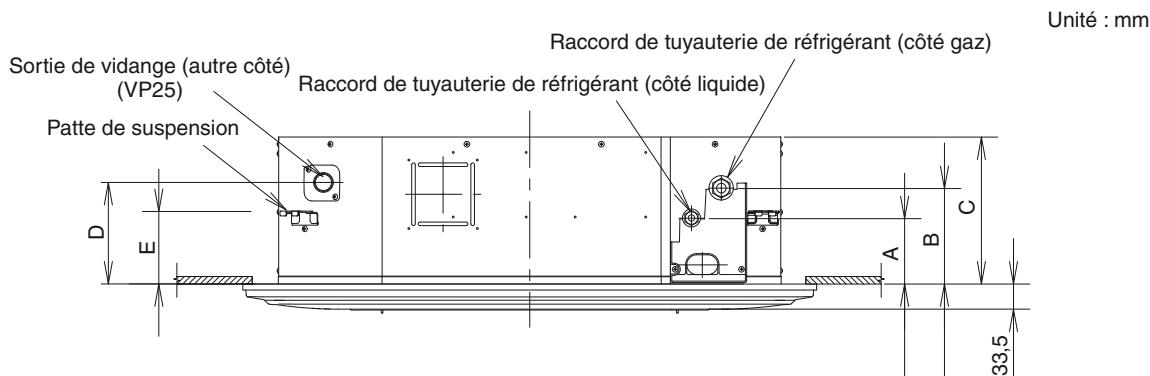

Fig. 3-3
- (3) Déterminez le pas des boulons de suspension en utilisant le schéma d'installation pleine échelle fourni. Le schéma et le tableau (Fig. 3-3 et Tableau 3-2) montrent la relation entre les positions de fixation de suspension, l'unité et le panneau. Utilisez l'écrou (fourniture sur site) et la rondelle (fournie) pour la position supérieure et inférieure de la patte de suspension.